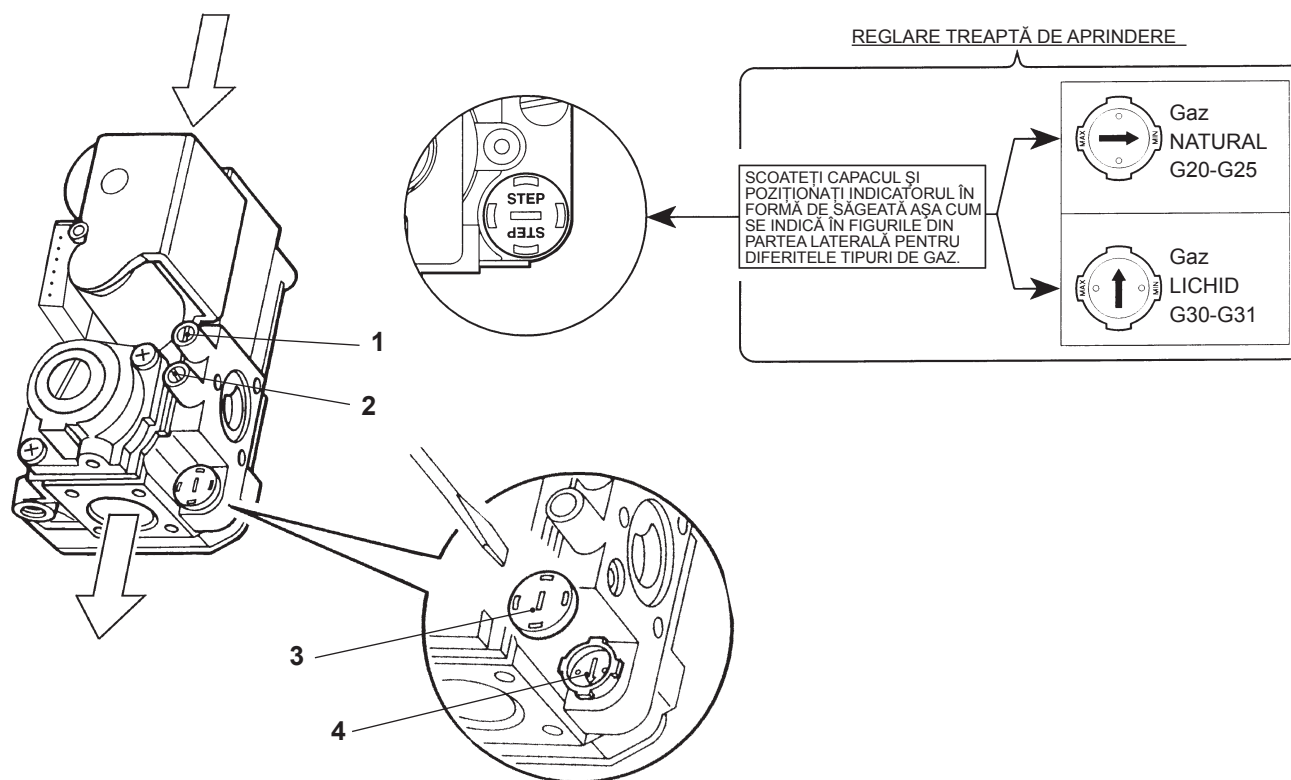

fig. 5
- 2 Scoateți micul capac de protecție 3 (fig. 5) de la valva de gaz. Reglați "TREAPTA" de aprindere cu o mică șurubelnită pentru tipul de gaz dorit (G20-G25 sau G30-G31); apoi repuneți capacul.